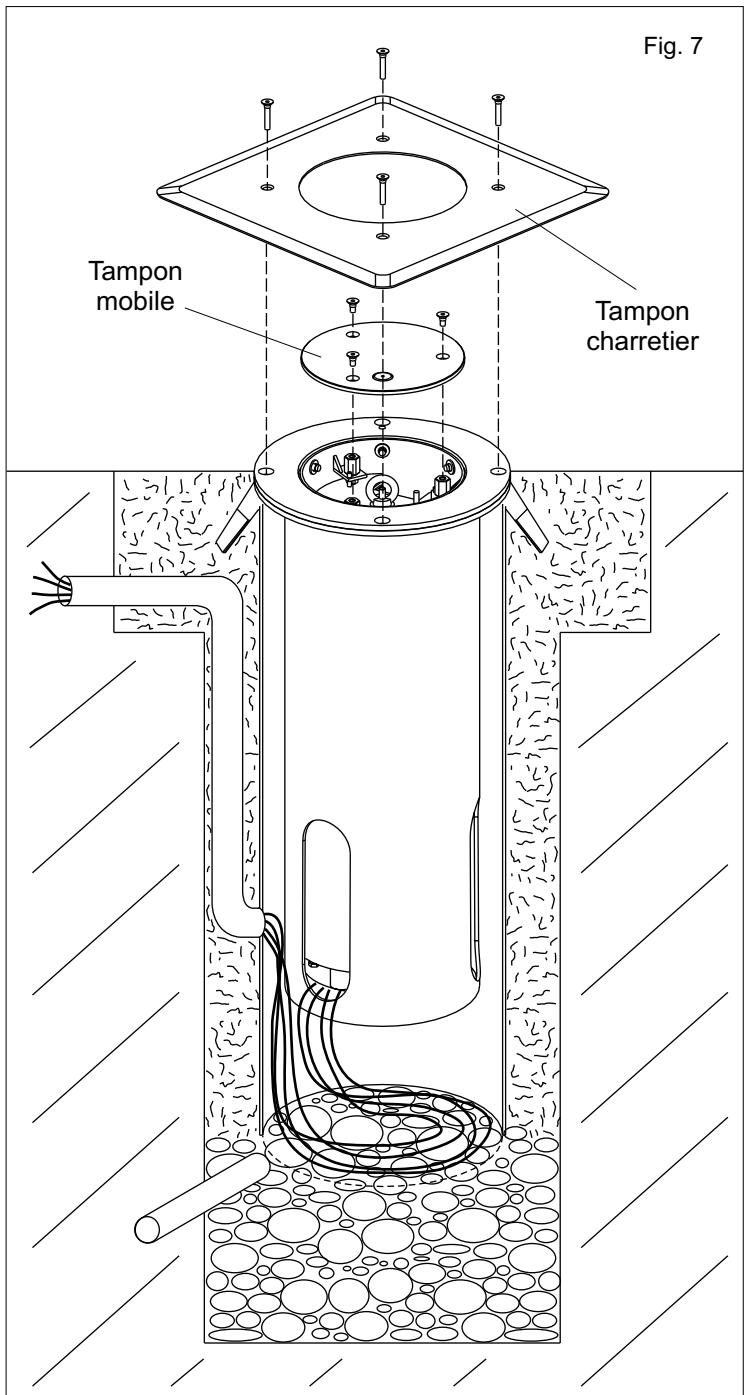

Fig. 7
2.3. Porter la borne en feuillure avec la plaque de fondation et faire attention que les câbles électriques sont étendus sur le fond du tube. (Fig. 7)
2.4. Fixer la borne à la plaque de fondation avec le tampon charretier et les 4 vis en dotation (Fig. 7).
Successivement monter le tampon mobile. (Fig. 7)